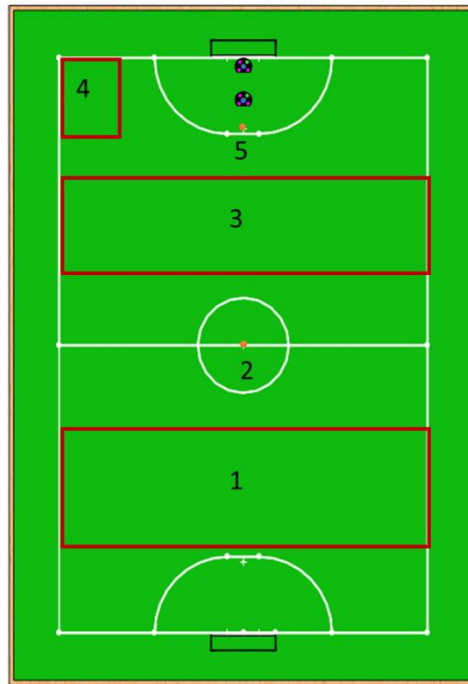

图 5 固定点区域分布示意
(1) 比赛需要设置 1 台防守机器人（标识为蓝队），由组委会准备，为守门员机器人，尾部贴球门线，位置固定于球门前正中间（会移动扑球）。
(2) 参赛队伍需要上场 2 台进攻机器人（标识为黄队），进行 5 个固定点位的定位球进攻战术配合，且射门前至少完成一次传接配合（点球除外），整个过程要求在 15 秒内完成。
(3) 每个点位两次机会，得分后则进行下一个点位，未得分则可再次尝试（得分后则进行下一个点位，不可重新尝试择优成绩）。
(4) 一旦开始比赛，5 个场景需要依次进行，比赛过程中参赛队伍不得更换上场机器人，也不得更换上场机器人的电池。
(5) 5 个固定点分布在后场区、开球点、前场区、角球区、点球点，具体点位（含后场区、前场区、角球区）赛前不公布。5 个点分布的区域如图 5 所示。
(6) 比赛时按照①后场区、②开球点、③前场区、④角球区⑤点球点的顺序执行场景任务。每个场景执行前，先由裁判公布具体的放球点以及后卫机器人的放置点，再由裁判助理将球以及后卫机器人放置